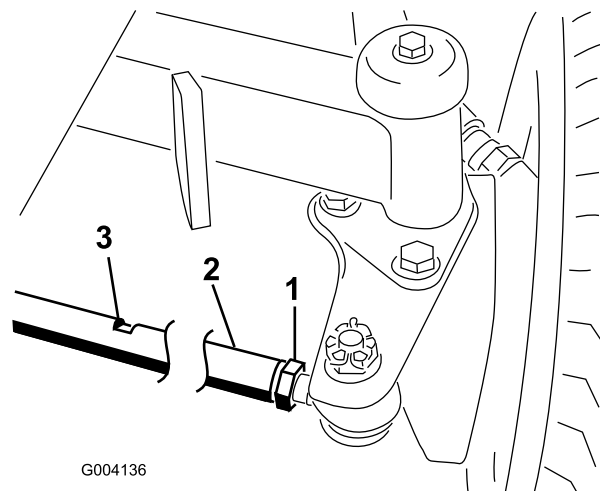

図 110
1. 各タイロッド **図 110** の端についているジャムナットをゆるめる。